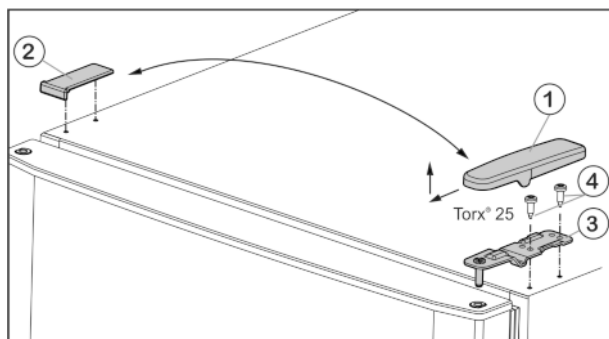

Fig. 5
- ▶ Afdekking Fig. 5 (1) naar voren en omhoog wegtrekken.
- ▶ Afdekking Fig. 5 (2) verwijderen.
- ▶ Bovenste scharnierplaat Fig. 5 (3) losschroeven (2 keer Torx® 25) Fig. 5 (4) en omhoog wegtrekken.
- ▶ Bovenste scharnierplaat Fig. 5 (3) op de nieuwe scharnierzijde in de deur plaatsen.
- ▶ Bovenste scharnierplaat **vastgeschroeven (met 4 Nm)** (2 keer Torx® 25) Fig. 5 (4). Eventueel een accuboormachine gebruiken.
- Afdekking Fig. 5 (1) van buitenaf terugplaatsen op de andere zijde en vastklikken.
- Afdekking Fig. 5 (2) telkens van bovenaf terugplaatsen op de andere zijde en vastklikken.